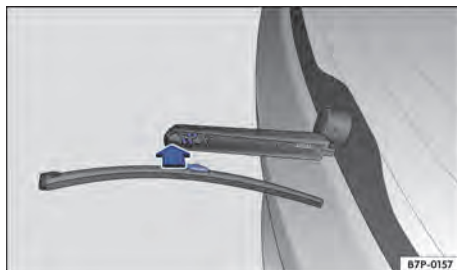

Fig. 263 Substituir a palheta do limpador do vidro traseiro.
- Pressionar a nova palheta do limpador dos vidros **do mesmo tamanho e modelo** no sentido da seta ⇒ **Fig. 263** para dentro do suporte até que se encaixe.